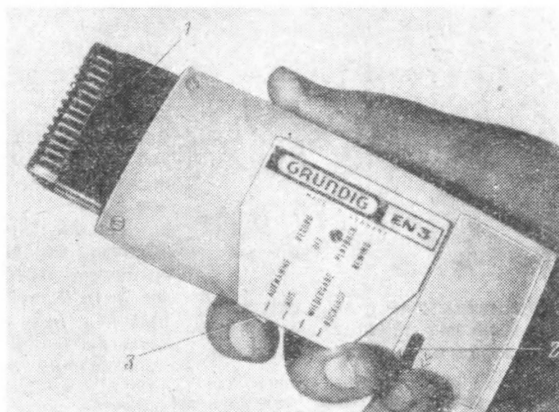

Рис. 5. Звуковой блокнот «EN3».
**Конструкция** и элементы управления (рис. 5). Корпус аппарата представляет собой удлиненную плоскую прямоугольную коробочку, к которой прикреплен динамический микрофон 1. Размеры и форма аппарата выбраны так, чтобы он удобно помещался в руке. Корпус магнитофона изготовлен из ударопрочной пластмассы черного цвета, а съемные кассеты, имеющие форму буквы *В*, сделаны из той же пластмассы, но белого цвета. Кассета вдвигается в аппарат сбоку между платой управления и корпусом аппарата и фиксируется пружинной защелкой. Для наблюдения за направлением вращения катушек с лентой и за количеством ленты на катушке в кассете имеются прозрачные окошечки 2, по одному на каждой стороне. Стоящие рядом значки показывают направление увеличения диаметра намотки ленты на катушке при перемотке и при рабочем ходе.